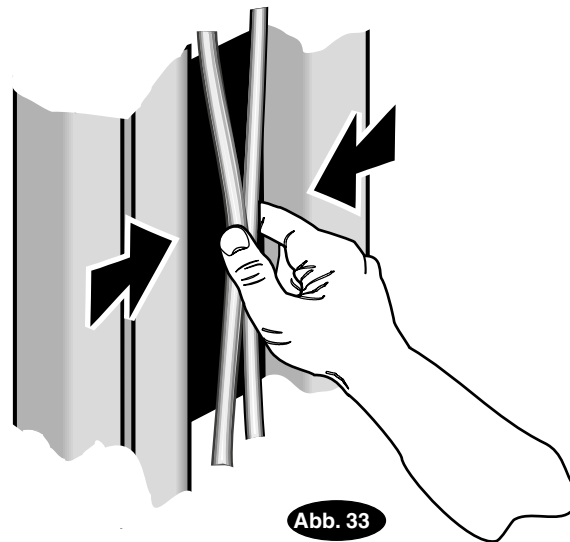

Abb. 33
18. **Abschließende Anpassungen für Hebebühnen der E- und M-Serien:** Hebebühne hochfahren, um Spannung der Synchronisations-Seilzüge zu prüfen. Unter dem Schlitten angrenzende Seilzüge zwischen Daumen und Zeigefinger halten, mit ca. 67 N die Seilzüge zusammenziehen. An oberen Befestigungen anpassen, Abb. 33 und 34.